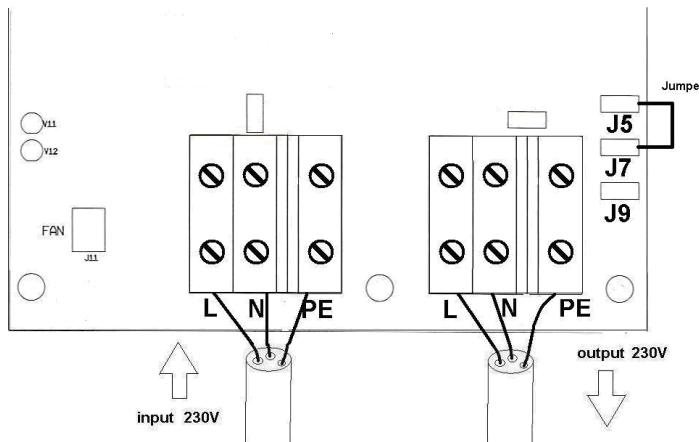

Abb. 3: Fehlerstromschutzschaltung (FI-Schalter)
2.3 Fehlerstromschutzschaltung (Abb. 3)
Im Ausgang des Trenntrafos muss ein Fehlerstrom- Schutzschalter eingebaut werden. Dazu muss der Ausgangs-Nulleiter geerdet werden (Verbindung mit dem Stahlrumpf). Dies wird mit einem Überbrückungskabel zwischen den Anschlüssen J5 und J7 (siehe Abb. 3) und der Erdung des Gehäuses erreicht.